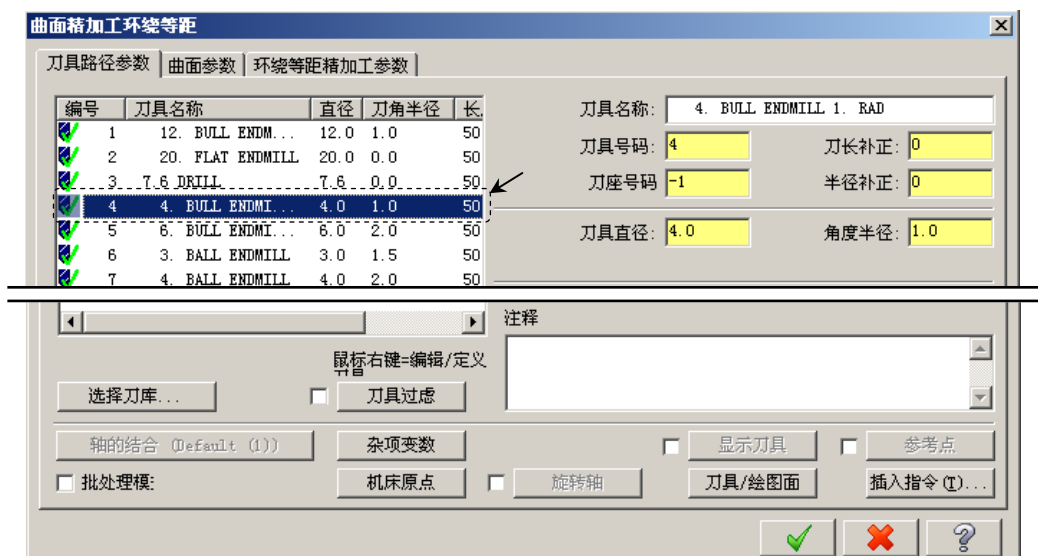

图 20.45 “刀具路径参数”选项卡
Step3. 选择刀具。在“曲面精加工环绕等距”对话框中取消选中 ☐ 刀具过虑 复选框，选择图 20.45 所示的刀具。